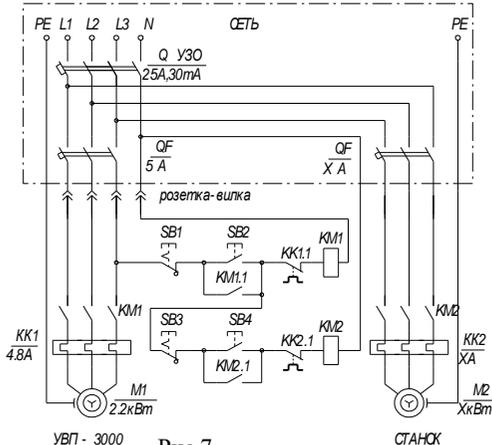

Рис.7
**ВНИМАНИЕ! ПРИ ПОДКЛЮЧЕНИИ ЭЛЕКТРОДВИГАТЕЛЯ УСТАНОВКИ К ПУСКОВОЙ КНОПКЕ ОБСЛУЖИВАЕМОГО СТАНКА, ОБЕСПЕЧИТЬ ЭЛЕКТРИЧЕСКУЮ БЛОКИРОВКУ, НЕ ПОЗВОЛЯЮЩУЮ ВКЛЮЧАТЬ ОБСЛУЖИВАЕМЫЙ СТАНОК ПРИ НЕРАБОТАЮЩЕЙ УСТАНОВКЕ.** Рекомендуемая принципиальная электрическая схема, обеспечивающая такую блокировку приведена на рис. 7.